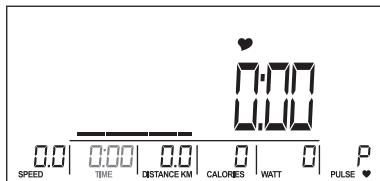

Рис. 19
- За допомогою регулятора встановіть значення функції TIME (Рис. 19).